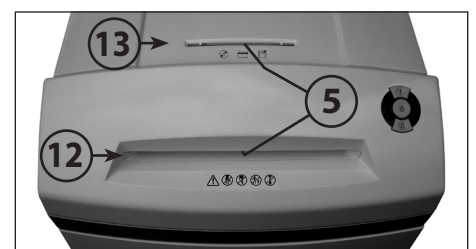

fig. 3
- 5 = Barrière lumineuse (marche avant) (fig. 3)**